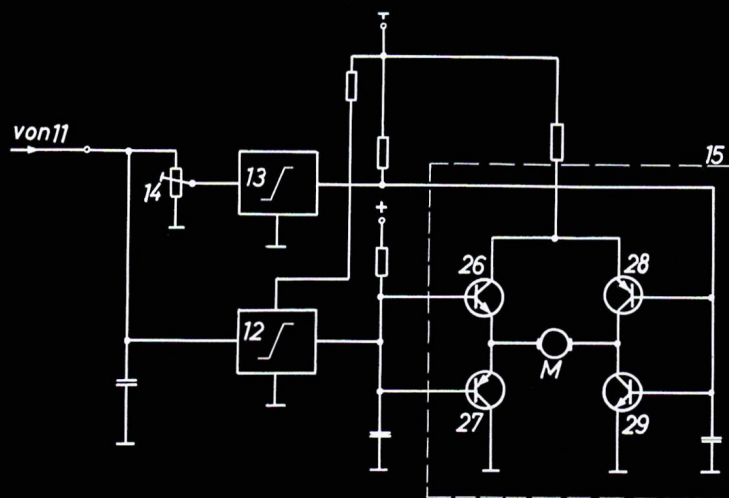

Abbildung 3 Prinzipschaltung der Motorsteuerung.
Die Ausgangsspannung leitet man direkt einer ersten Triggerstufe (12) zu und gibt sie außerdem über ein Potentiometer (14) auf eine zweite Triggerstufe (13). Die Ausgangsspannungen beider Triggerstufen werden einer in Abbildung 3 dargestellten Brückenschaltung (15) zugeführt, deren Ausgangsspannung einen Motor (16) steuert. Mit dessen Achse sind sowohl der Abschwächer (9) als auch ein Meßpotentiometer (17) mechanisch gekoppelt. Je nach Stellung des Meßpoten-
Wie aus Abbildung 3 zu ersehen ist, gelangt die von dem zweistufigen Spitzengleichrichter (11) gelieferte Spannung direkt bzw. über ein Potentiometer auf die Triggerstufen 12 und 13.